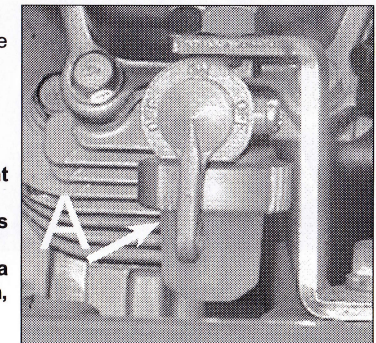

Figure 25
1. Lorsque vous n'utilisez pas la machine durant plus de 30 jours, vidangez le carburant du carburateur et du filtre. Lorsque vous vidangez le réservoir, fermez d'abord le robinet, puis démontez le filtre (figure 25, repère A) et placez un récipient dessous. Ouvrez ensuite le robinet.